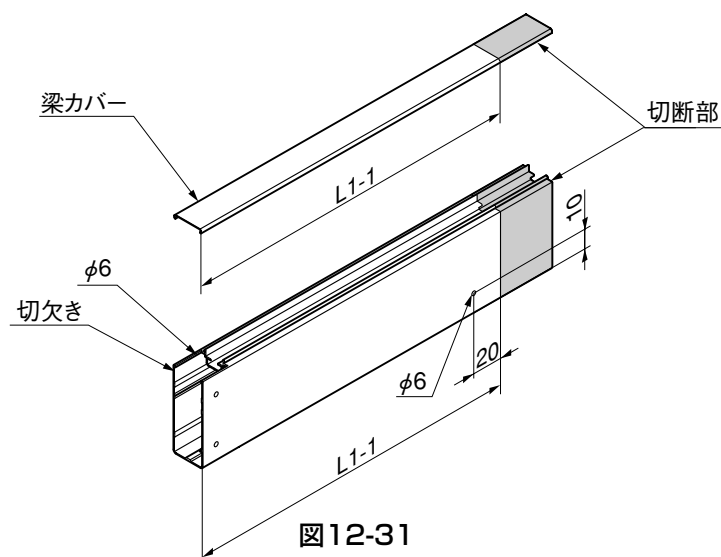

図12-31
- ❸ 切断した梁に図12-31を参照してφ6の孔をあけてください。